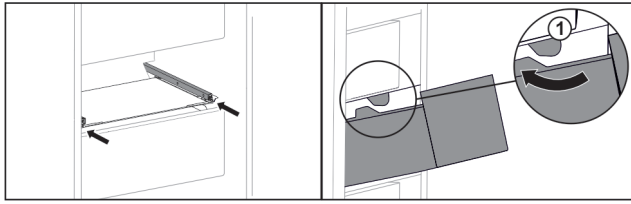

Fig. 127
- ▶ Schubfach um die Stopper Fig. 127 (1) herumführen.